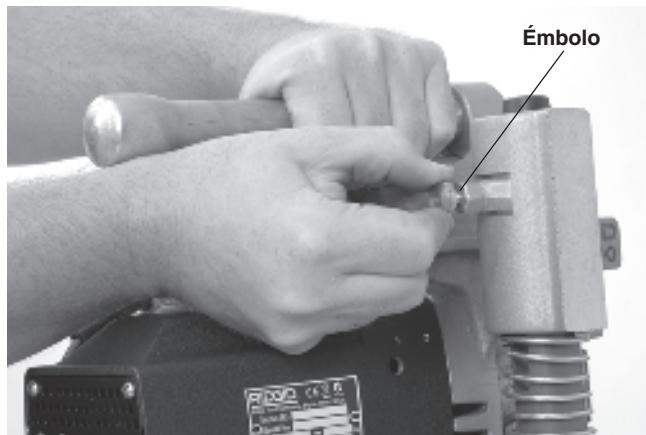

Figura 7 – Separación del motor y de la base
- Colocada la Perforadora HC-300 en una superficie estable y segura, jale el émbolo detrás del poste izquierdo (*Figura 7*) y levante el conjunto del motor fuera de la base.